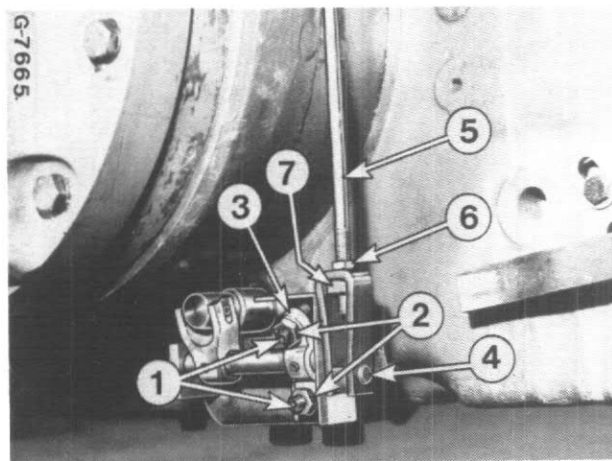
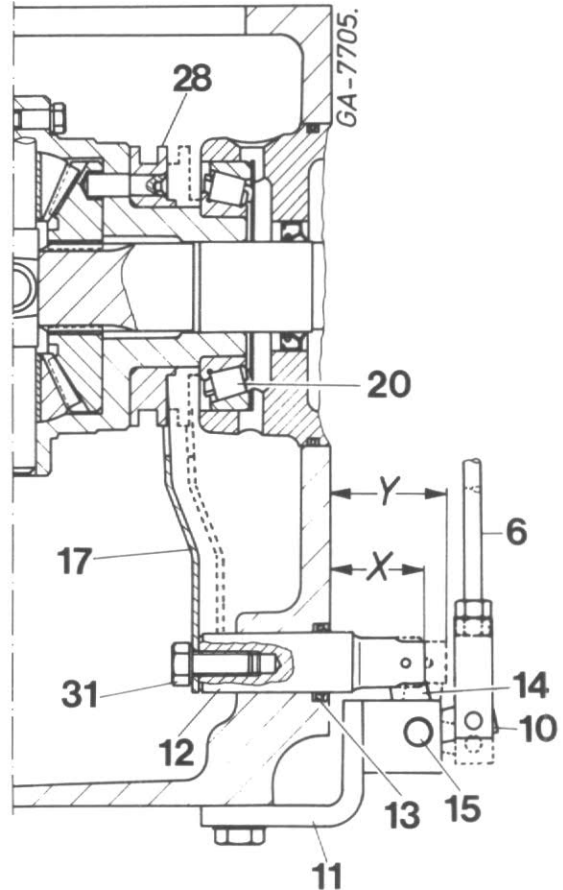

Figure 141 - Tracteurs 955/1055/956/1056
Figure 142
3. Levier (15)
4. Axe de chape (8)
5. Tige de commande (6)
Retirez le carter de frein. Retirez l'ensemble de différentiel du bâti principal en prenant soin de ne pas endommager la fourchette de commande (17) Figure 142.
Utilisez une presse pour mettre en place la bague intérieure du roulement à rouleaux coniques (20, Fig. 142). Serrez le boulon de maintien (31) et bloquez avec du "Loctite".
La tringlerie étant réassemblée à l'exception de la tige (6), sortez l'axe de commande (12) jusqu'à ce que le coulisseau (28) entre à peine en contact avec le roulement à rouleaux coniques (20). Bloquez ce réglage avec la vis inférieure (1, Fig. 141).
Poussez vers l'intérieur l'axe de commande (12, Fig. 142) jusqu'à ce que le coulisseau (28) s'engage et touche le carter de différentiel de la façon illustrée- Figure 142. Bloquez ce réglage en serrant la vis supérieure (1, Fig. 141).
Régalez la vis supérieure (1, Fig. 141) afin d'obtenir les mesures X et Y (Fig. 142). Reliez la tige (5, Fig. 141) avec l'axe de chape (4) et bloquez avec la goupille attache rapide. Actionnez la pédale et vérifiez les mesures X et Y (Fig. 142).
Afin de régler la course de la pédale, desserrez le contre-écrou (6, Fig. 141) et réglez la tringle. Il doit y avoir 5 mm sous la pédale dans la position engagée.